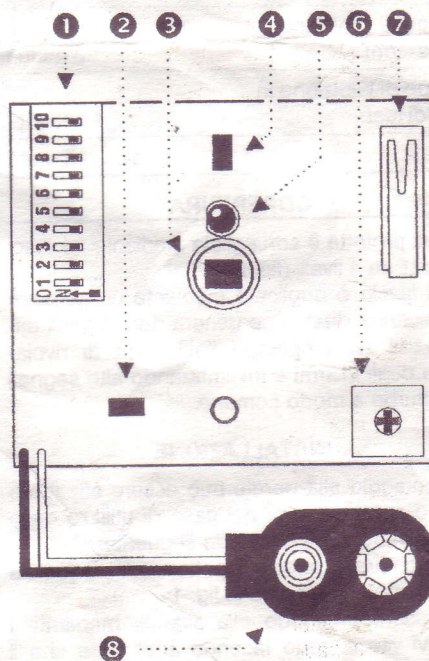

FIG. 4 - Identificazione delle parti sul circuito del sensore.
Commutare i microinterruttori ① (vedere fig. 4) in modo da far coincidere la loro configurazione con quella dei microinterruttori del ricevitore posto in centrale.
Collegare la clip ③ (fig. 4) alla batteria fornita ed attendere 8 minuti circa affinché il sensore si stabilizzi; ciò vale sia per la prova che per il funzionamento normale.